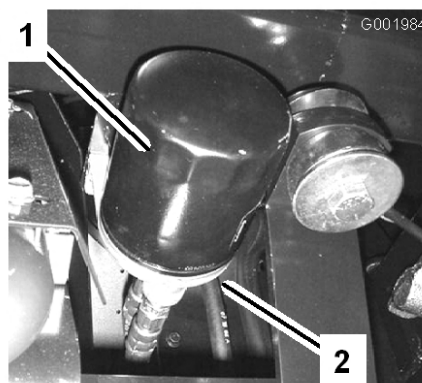

Figura 48
2. Retire el filtro de aceite (Figura 48).
5. Instale el filtro de aceite nuevo en el adaptador del filtro. Gire el filtro en el sentido de las agujas del reloj hasta que la junta de goma entre en contacto con el adaptador del filtro, luego apriete el filtro 1/2 de vuelta más (Figura 48).